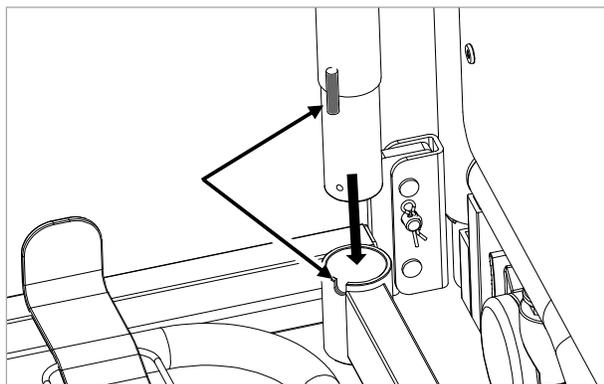

Figure 6.3
2. Insérez la potence dans le trou de fixation du cadre de lit. Assurez-vous que la goupille de positionnement se trouve dans la fente sur le tube du lit (voir Figure 6.3).